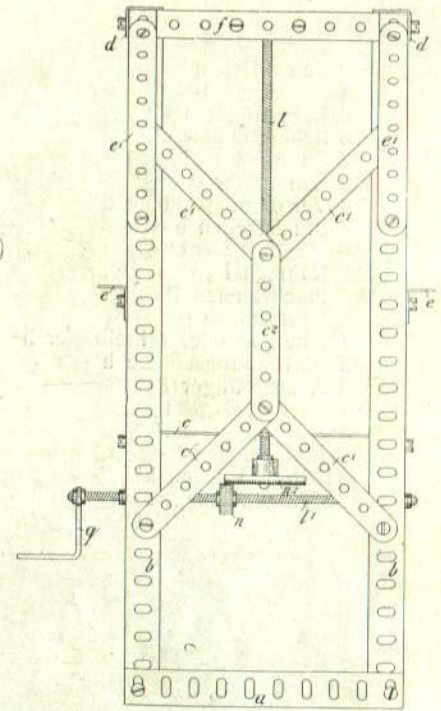

Fig. 1
- Fig. 1 ist eine Seitenansicht des Gerüsts.